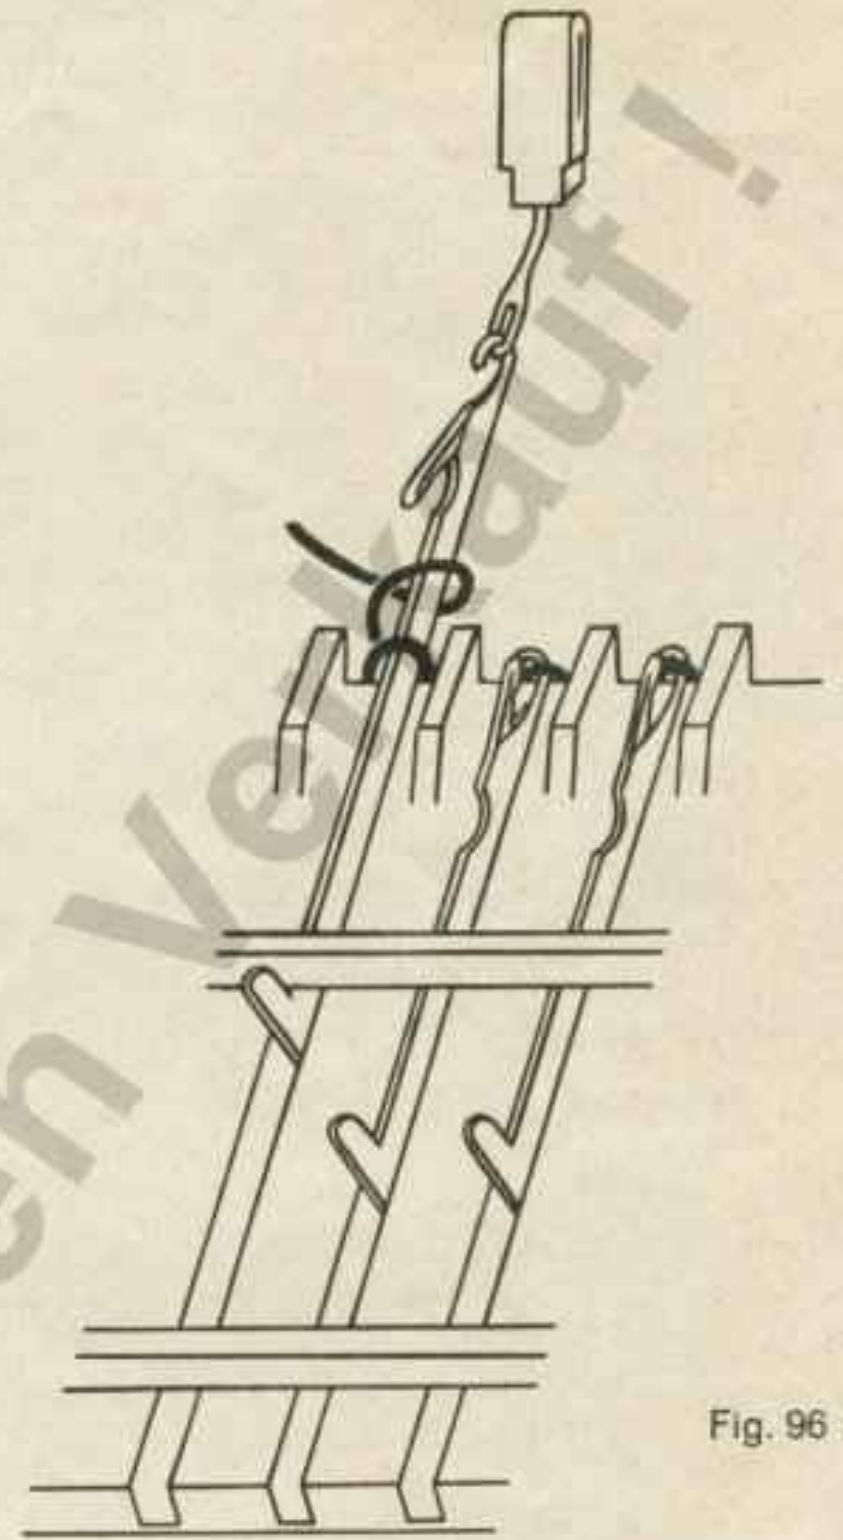
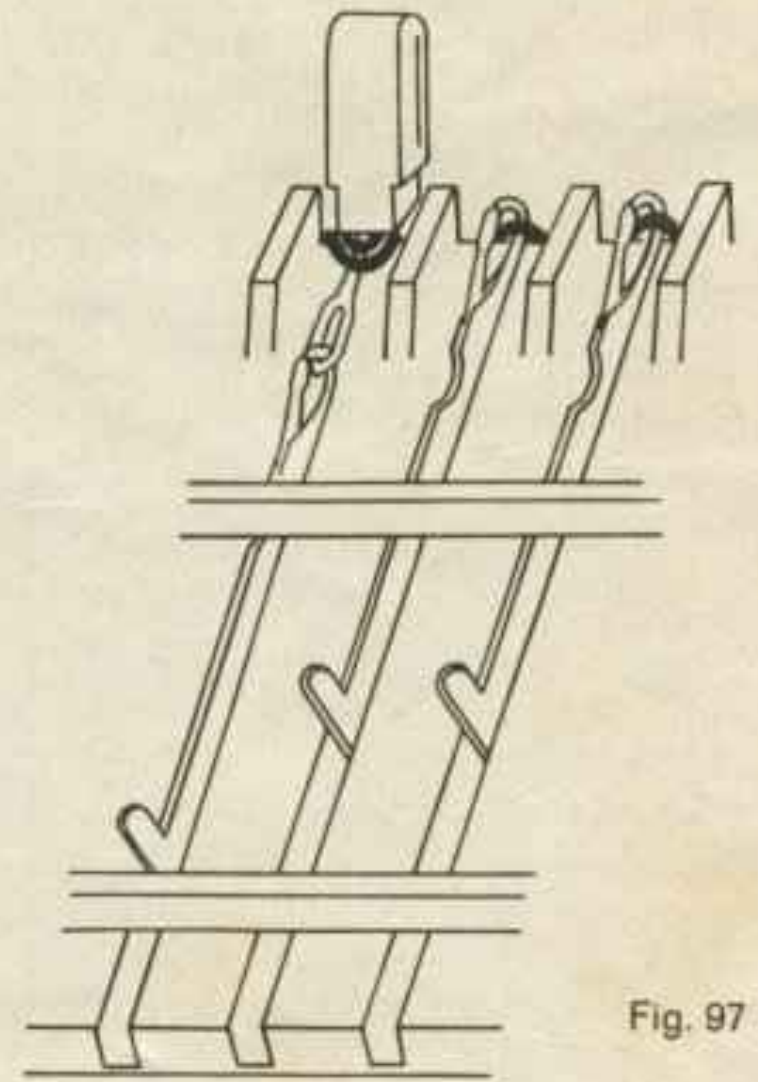

Fig. 96
Fig. 97
Stufenweise, vor jedem Gang auf der Schloss-Seite 1 Nd ausser Arbeit bringen: Fersendecker einhängen und Nd in Nullstellung zurück gemäss Fig. 96—98. Zuerst links
**Wie strickt man eine Ferse? Fig. 96, 97, 98**
Stufenweise, vor jedem Gang auf der Schloss-Seite 1 Nd ausser Arbeit bringen: zuerst links äusserste Nadel vorschieben, Garn (mit Fersendecker) gemäss Fig. 96 um den Nadelschaft legen, Fersendecker einhaken, Fig. 96, und zurückstossen, bis die Nadel in Nullstellung ist, Fig. 97.